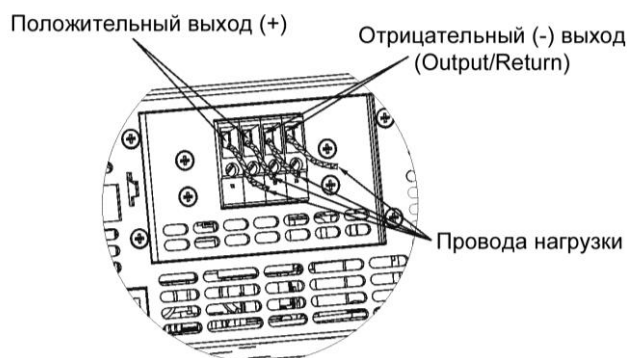

Рис.3-8: Присоединение проводов нагрузки к выходному разъему
3. Вставьте зачищенные провода в зажим и надежно затяните винты (см. Рис. 3-8).